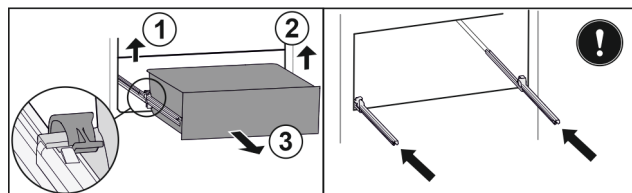

Fig. 137
- ▶ Løft venstre klemme og trekk samtidig skuffen fremover til venstre. Fig. 137 (1)
- ▶ Løft høyre klemme og trekk samtidig skuffen fremover til høyre. Fig. 137 (2)
- ▶ Ta ut skuffen framover. Fig. 137 (3)